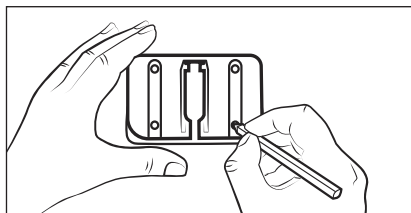

Fig. 5
- 3) Utilice el soporte mural **18** para marcar los cuatro orificios en la pared con un lápiz (consulte la fig. 5).